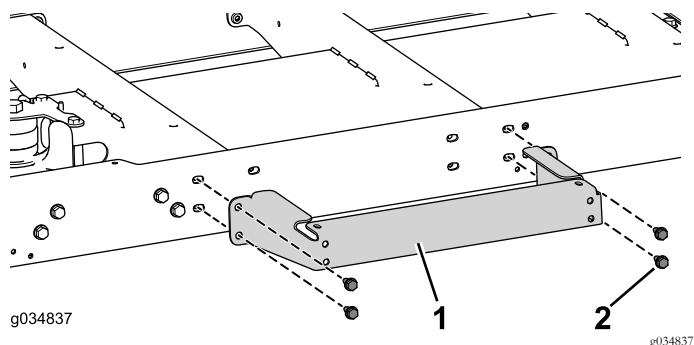

Bild 78
- Befestigen Sie die Plattformstütze mit den vier Schrauben (5/16" x 3/4") lose am mittleren Kanal (Bild 78).